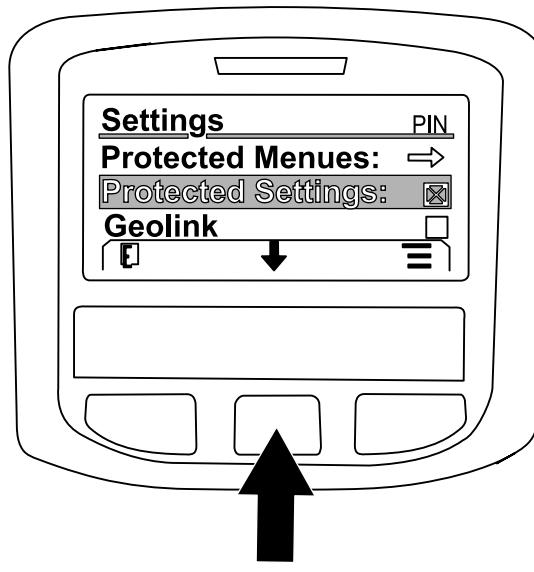

Рисунок 230
- Нажмите среднюю кнопку, чтобы перейти к позиции GEOLINK, а затем нажмите правую кнопку, чтобы настроить эту позицию (Рисунок 230).